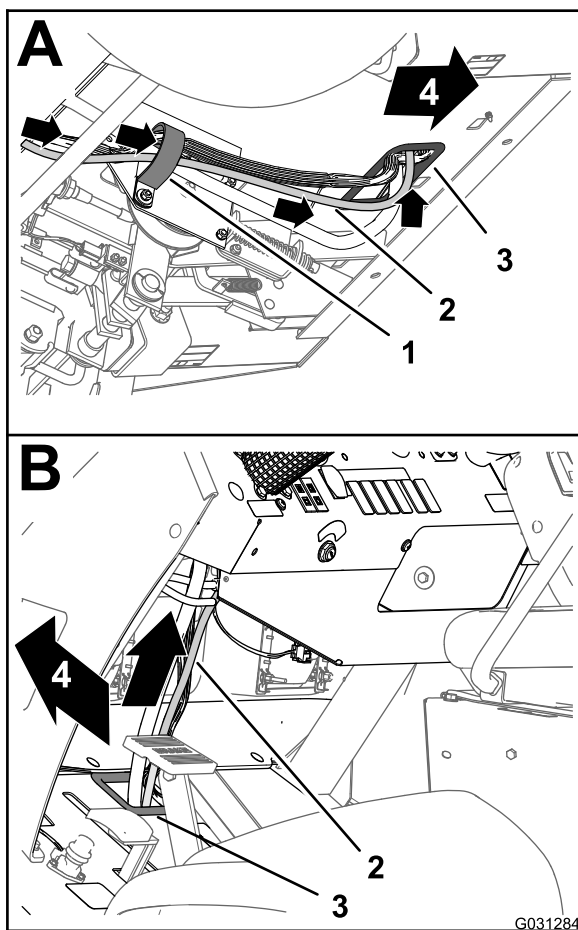

Figura 175
3. Disponete la diramazione di 220 cm del cablaggio dati in avanti e verso l'alto, attraverso il gommino che circonda il foro nel pianale (Figura 175).
4. Disponete la diramazione di 220 cm del cablaggio dati verso l'alto e lungo il cablaggio preassemblato anteriore della macchina (Figura 175).